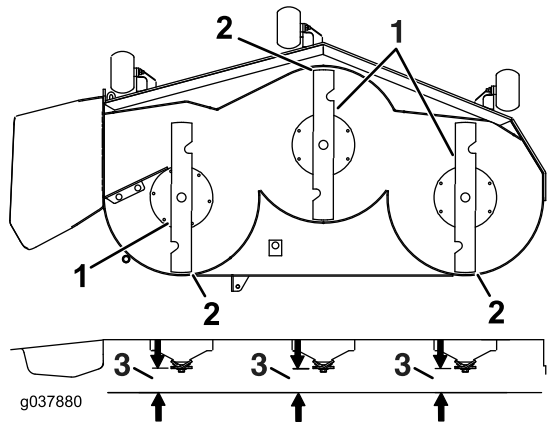

Figure 80
7. Vérifiez l'inclinaison avant/arrière des lames (Figure 80). Vérifiez que la pointe avant de la lame est plus basse que la pointe arrière, comme montré dans le tableau de hauteur de cale et d'inclinaison. Si un réglage est nécessaire, poursuivez cette procédure.